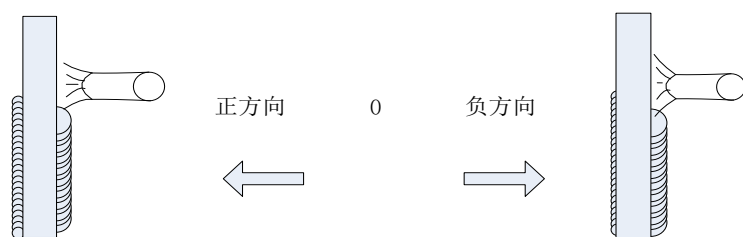

图3-6 电弧特性示意图
2. 用面板旋钮选择通道号（1~99），按**执行**键确认，参数存储成功。如图 3-6 所示；